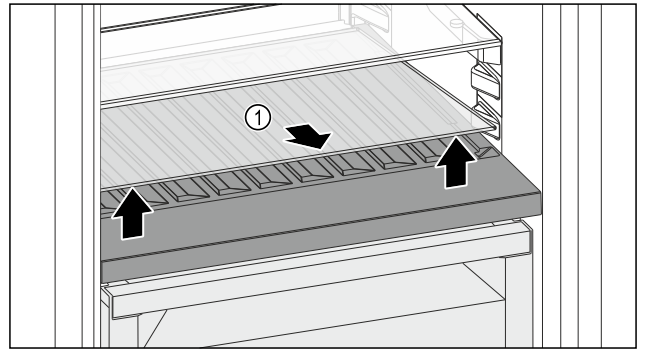

Fig. 98
- ▶ Скористайтесь пазом спереду, щоб підняти скляну полицю Fig. 98 (1) і вийняти її.
- ▶ Безпечно зберігайте скляну полицю Fig. 98 (1) за межами пристрою.